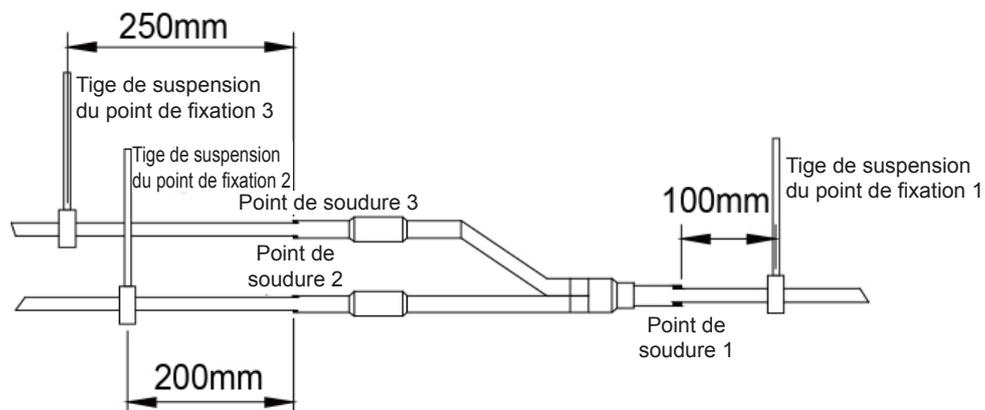

Fig. 4.3.6
(3) Il doit y avoir trois points de fixation pour les installations horizontale et verticale du collecteur en Y. Voir Fig. 4.3.6.